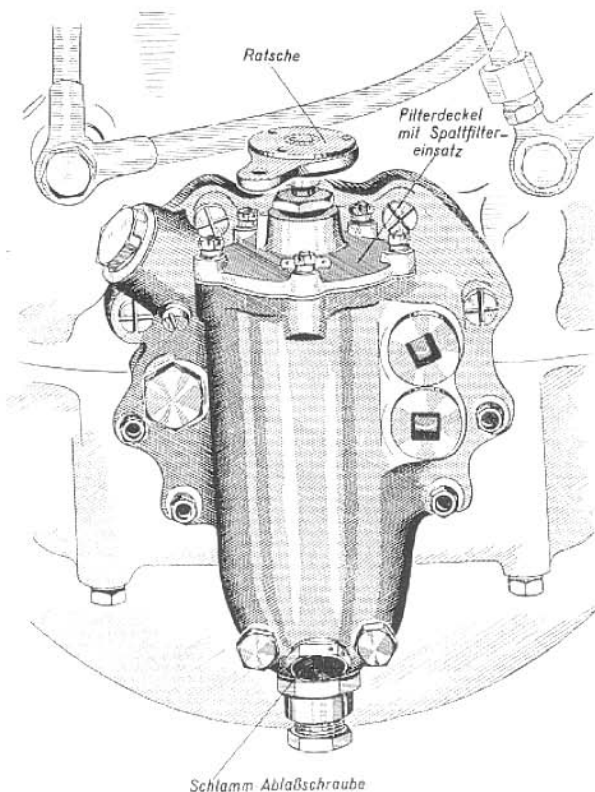

Abb. 33 Schlammablaß am Spaltfilter
Betätigen des Spaltfilters durch Drehen der Ratsche und Ablassen des Schlammes aus dem Spaltfiltersumpf bei noch betriebswarmem Motor (Abb. 33).
- d) Betätigen des Spaltfilters durch Drehen der Ratsche und Ablassen des Schlammes aus dem Spaltfiltersumpf bei noch betriebswarmem Motor (Abb. 33).